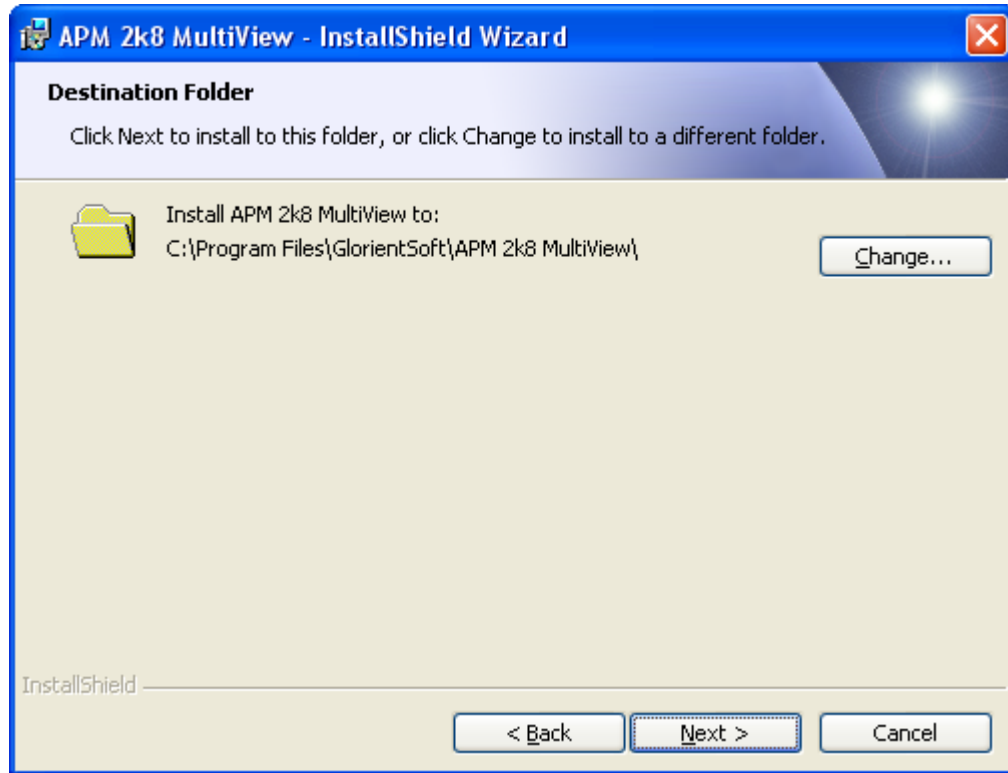

Рисунок 2
3.2.1.3. В окне «**Destination Folder**», рисунок 2, укажите путь к папке, где будет размещена программа.